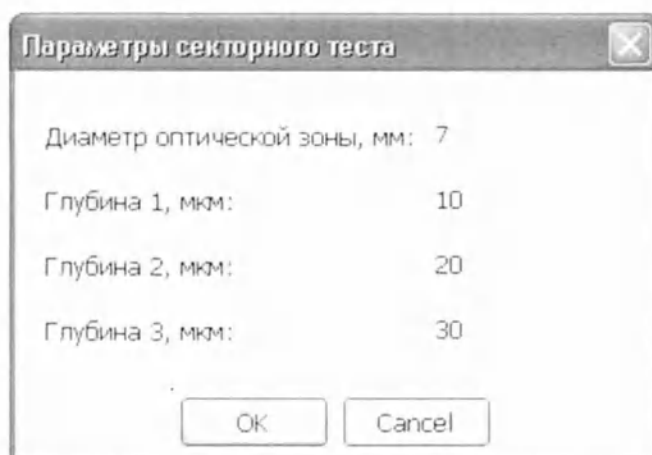

Рис. 12 Окно параметров секторного теста
1. Выберите пункт главного меню *Файл → «Секторный» тест*. На экране появится окно параметров секторного теста, изображённое на рис. 12.